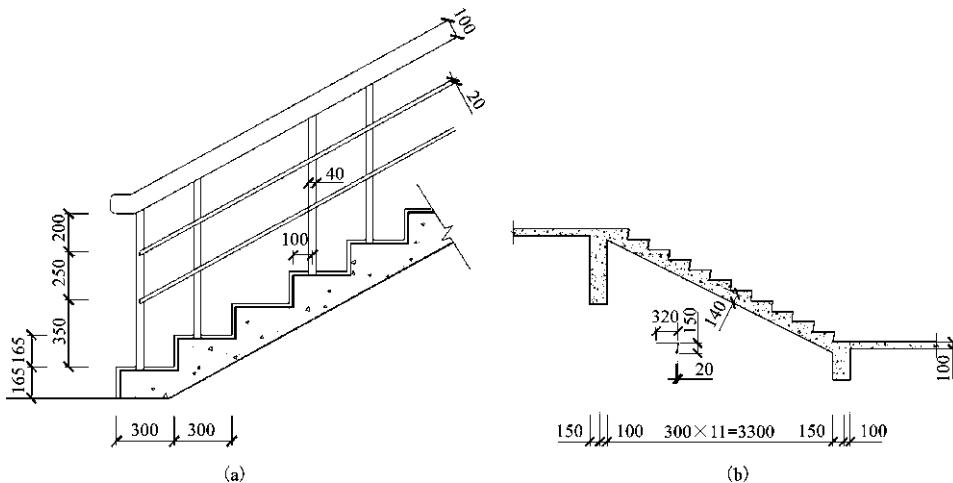

图 1-142 习题 11
11. 按图 1-142 规定尺寸精确绘图，要求图形层次清晰，图层设置合理。楼梯轮廓线应有一定的宽度，宽度自行设置。